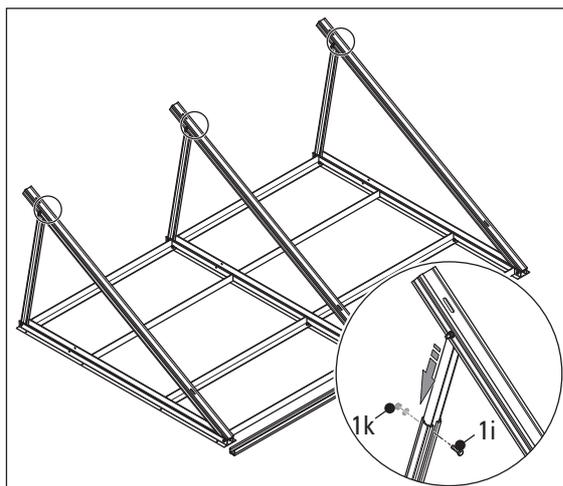

Fig. 3-9 Mise en place des triangles de base en fonction de l'angle
10. Mettez le premier triangle de base en place (fig. 3-9). Pour ce faire, réglez les rails télescopiques selon l'angle de votre choix (voir tab. 3-4) et fixez-les avec une vis hexagonale.
11. Positionnez et montez les autres triangles de base selon le même principe (fig. 3-9).